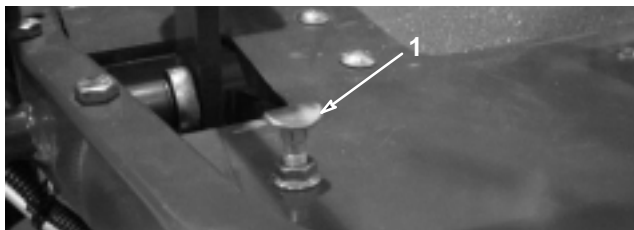

Bild 51
Stellen Sie den Funktionsschalthebel in die Transportstellung und drücken Sie das Fahrpedal nach unten, um die maximale Transportgeschwindigkeit zu erreichen. Wenn das Pedal den Pedalstopp erreicht (Bild 51), bevor das Kabel gespannt ist, müssen Sie die Einstellung ändern:
1. Stellen Sie den Funktionsschalthebel in die Transportstellung und lösen Sie die Sicherungsmutter, mit der der Pedalstopp an der Grundplatte befestigt ist (Bild 51).